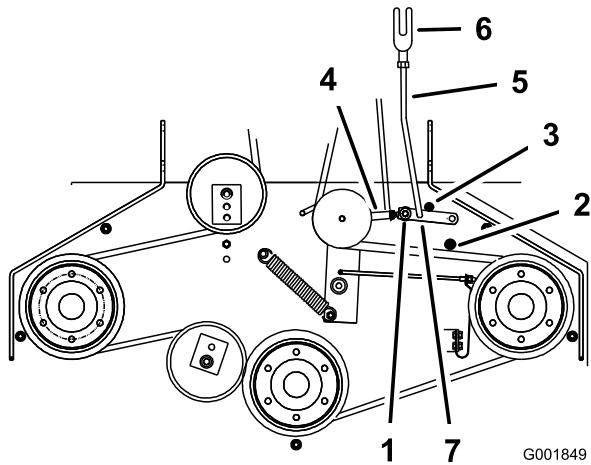

Figure 48
5. Vérifiez que le bras d'assistance est en appui contre la butée arrière sur le plateau (Figure 48).
7. Le bras d'assistance doit toucher la buté avant sur le plancher. Dans le cas contraire, réglez le levier coudé pour le rapprocher du renfort (Figure 48).
8. Pour ajuster la biellette du bras d'assistance, enlevez la goupille fendue du bras d'assistance (Figure 48).
11. Installez la biellette dans le bras d'assistance et fixez-la avec la goupille fendue (Figure 48).